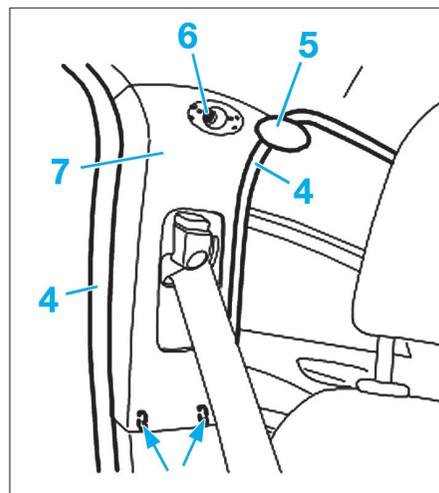

Fig. 25
- Déboîter les joints de portes (4) au niveau du revêtement supérieur du montant (Fig.25).
- Dégrafer le cache (5) et déposer la vis (6).
- Dégrafer le revêtement supérieur (7) du montant de porte.